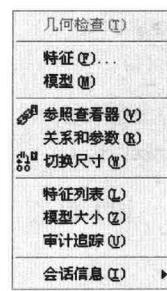

图 1-9
- “信息”下拉菜单：该下拉菜单用于查阅有关模型设计技术方面的信息，可以使用户获得一些已经建立好的模型关系信息并列出报告，如图 1-9 所示。